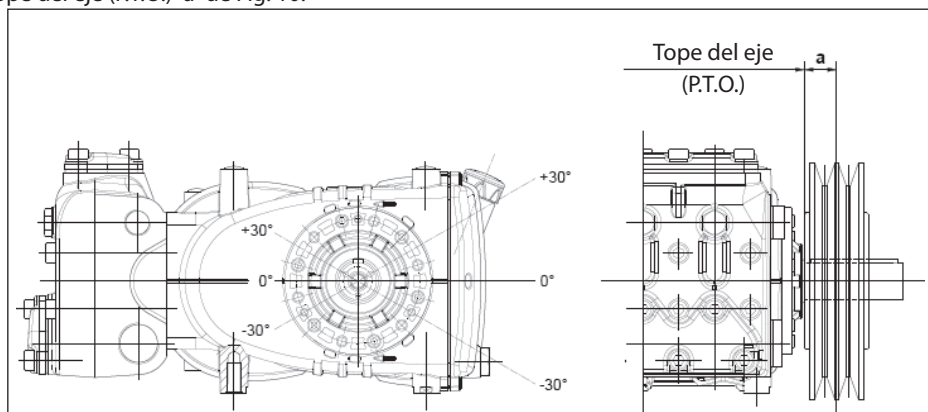

Fig. 10
La carga radial sobre el eje no debe ser superior a 3000 N (valor necesario para definir el Layout). La transmisión es considerada adecuada si tal carga es aplicada a una distancia máxima  $a = 30$  mm del tope del eje (P.T.O) como se indica en la Fig. 10.
- b) Utilizar correas de alto rendimiento – por ejemplo **XPB** en lugar de **SPB** – ya que resultará necesario una cantidad inferior de correas en paridad de potencia transmitida y una consecuente distancia inferior de la resultante con respecto al tope del eje (P.T.O.) "a" de Fig. 10.
- e) Seguir la dirección del tiro de la correa como se indica en la Fig. 10 para exigencias diferentes ponerse en contacto con la **Oficina Técnica** o **Servicio de Asistencia al Cliente**.